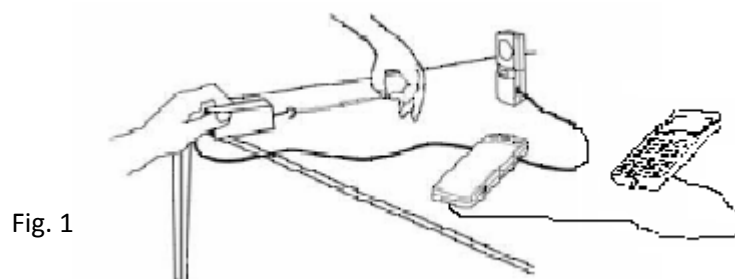

Fig. 1
3. Selecciona la opción 9, **Configurar sensores** para calibrar los sensores de fuerza y de movimiento; elige la opción **CERO**. Acto seguido, uno de los integrantes del equipo deberá tomar en sus manos el elástico colocado en el sensor de fuerza y tensarlo de forma mínima. Tanto la posición de la mano (Fig. 1) como la fuerza impresa al elástico, serán los ceros (relativos) para ambos sensores.
4. Iniciar el experimento en este momento arrojaría valores negativos de la posición (de la mano que sujeta el resorte) ya que, cuando le aplicamos fuerza al elástico, la mano se acerca al sensor (Fig. 1); de acuerdo a la configuración por defecto de los sensores de movimiento (si nos alejamos del sensor, partiendo de la posición cero, el signo de la distancia es positivo, si nos acercamos, partiendo de la posición cero, la distancia es negativa. Esta es la configuración por default del CBR2). Realizaremos los siguientes ajustes para invertir el signo de los datos colectados por el sensor de movimiento de manera que, a medida que la fuerza aplicada vaya aumentando, también los valores de la posición de la mano vayan aumentando (lo que nos dará el valor de la elongación): **Menú, Datos, Configurar sensores, Inverso.**